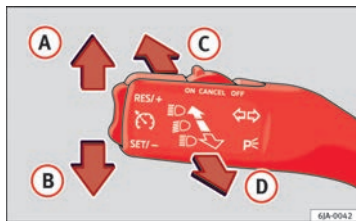

Abb. 57 Blinklicht- und Fernlichthebel
- Ziehen Sie den Blinklichthebel ⇒ Abb. 57 zum Lenkrad, schieben Sie ihn gleichzeitig nach unten und halten Sie ihn in dieser Position.
- Ziehen Sie den Blinklichthebel ⇒ Abb. 57 zum Lenkrad, schieben Sie ihn gleichzeitig nach oben und halten Sie ihn in dieser Position.
- Drücken Sie den Hebel ⇒ Abb. 57 nach oben (A) bzw. nach unten (B).
- Drücken Sie den Hebel ⇒ Abb. 57 nach vorn in Pfeilrichtung (C).
- Das Fernlicht schalten Sie ab, indem Sie den Hebel zum Lenkrad in Pfeilrichtung (D) drücken.
- Ziehen Sie den Hebel ⇒ Abb. 57 zum Lenkrad (gefederte Stellung) in Pfeilrichtung (D).
- Ziehen Sie den Blinklichthebel ⇒ **Abb. 57** ⇒ Seite 103 nach oben, bzw. nach unten - das Parklicht auf der rechten bzw. linken Fahrzeugseite wird eingeschaltet.